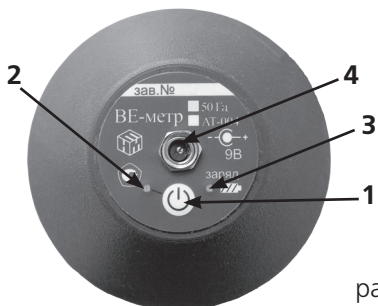

Рисунок 3
На корпусе Измерителя расположены (рис.3):
- вставьте штекер зарядного устройства в ответную часть разъема 4 (рис.3) Измерителя;
- убедитесь, что загорелся светодиод 3 (рис. 3) рядом с разъемом на корпусе Измерителя, что свидетельствует о начале зарядки батареи. Если светодиод мигает, это свидетельствует о неисправности аккумуляторов или возникновении ошибки в процессе заряда. В этом случае необходимо повторить процедуру заряда. В случае многократного повторения ошибки необходимо обратиться в сервисный отдел ООО «НТМ-Защита»;